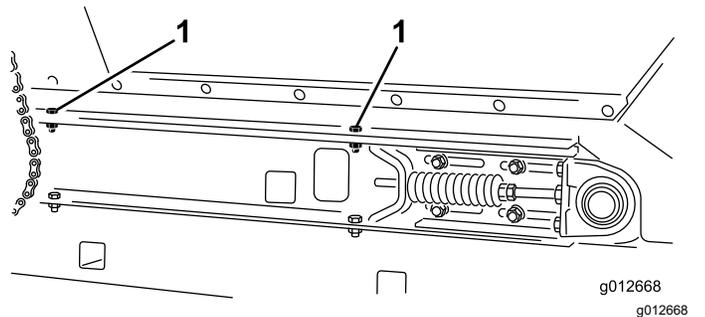

图 23
4. 卸下机器两侧将料斗固定至滑轨上的2个平头螺丝、垫圈和螺母图 23。